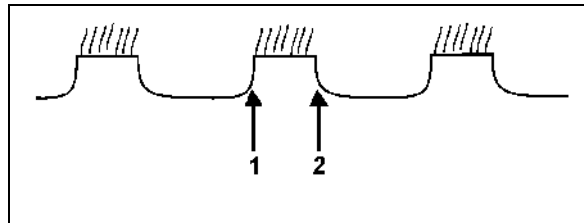

Fig. 21
- (Fig. 21): Forskyv 1. skålsrekken mot høyre og kontroller på nytt.